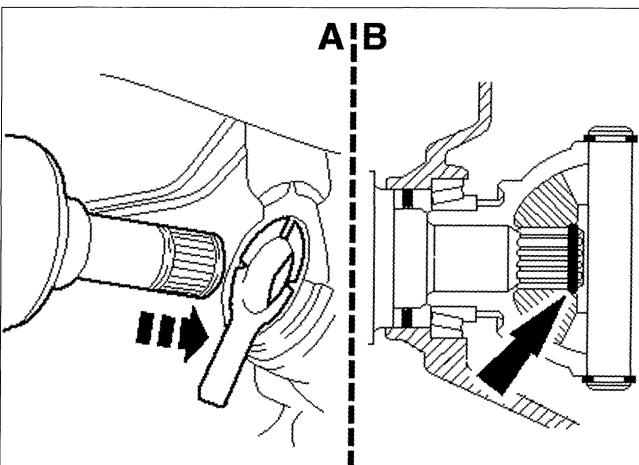

FIG. 3
Proteger el anillo de estanqueidad de la caja con un casquillo de protección apropiada, antes del montaje de la transmisión (A) (fig. 3).
- Colocar la transmisión en el diferencial procurando su perfecta conexión en el planetario y con cuidado de no deteriorar el anillo de estanqueidad de la caja de velocidades (B) (fig. 3).